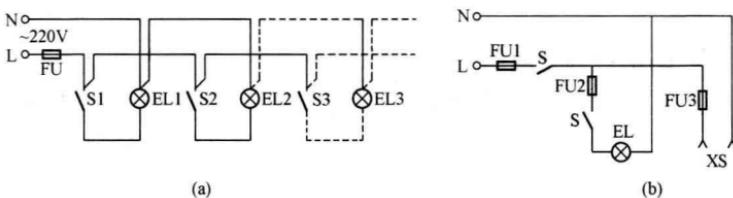

图 1-1 一只单联开关控制白炽灯照明电路
(1) 每只单联开关控制一盏灯电路。用一只单连开关控制一盏灯电路是一种最简单、最常用的方法。每只单联开关控制一盏灯电路如图 1-1 (a) 所示。开关应安装在相线 (俗称火线 L) 上, 开关以及灯头的功率不能小于所安装灯泡的额定功率。螺口灯头接线时, 灯头中心应接相线。照明灯安装在露天场所时, 要用防水灯座和灯罩, 并且还应考虑灯泡的额定电压符合电源电压的要求, 零线不允许串接熔断器。
(2) 一只单联开关控制一盏灯并另外连接一只插座。如图 1-1 (b) 所示, 加接的插座一般并接于电源上, 其接线安装时, 插座所连接的用电器功率应小于插座的额定功率, 选用连接插座的电线所能通过的正常额定电流, 应大于用电器的最大工作电流。